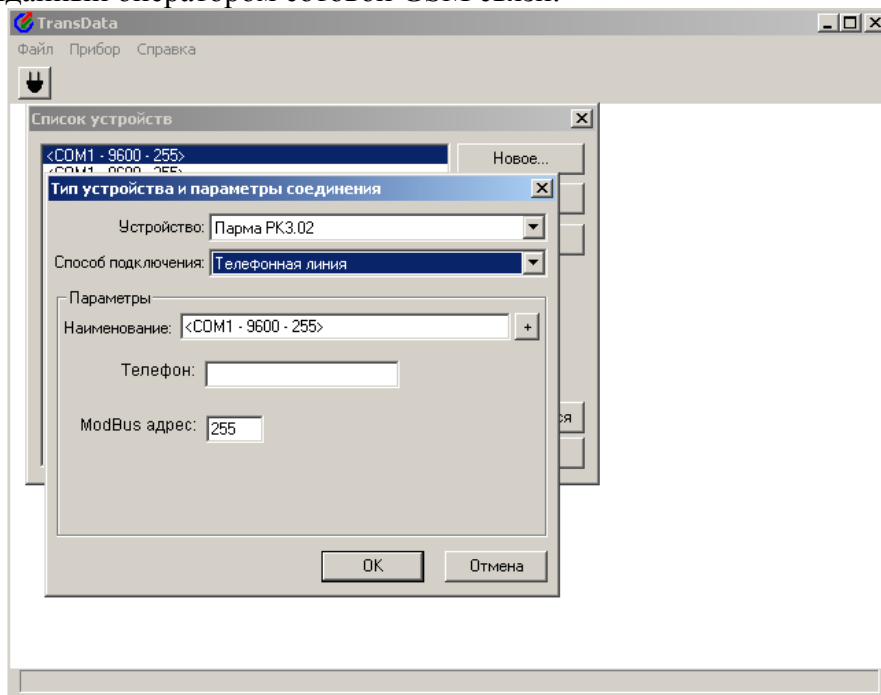

Рисунок 14
5.5.2.13 Если соединение регистратора к ПК осуществляется через GSM – модем, и способ подключения выбран «Телефонная линия», то следует ввести в окно «Телефон» (рисунок 14) номер телефона, выданный оператором сотовой GSM связи.